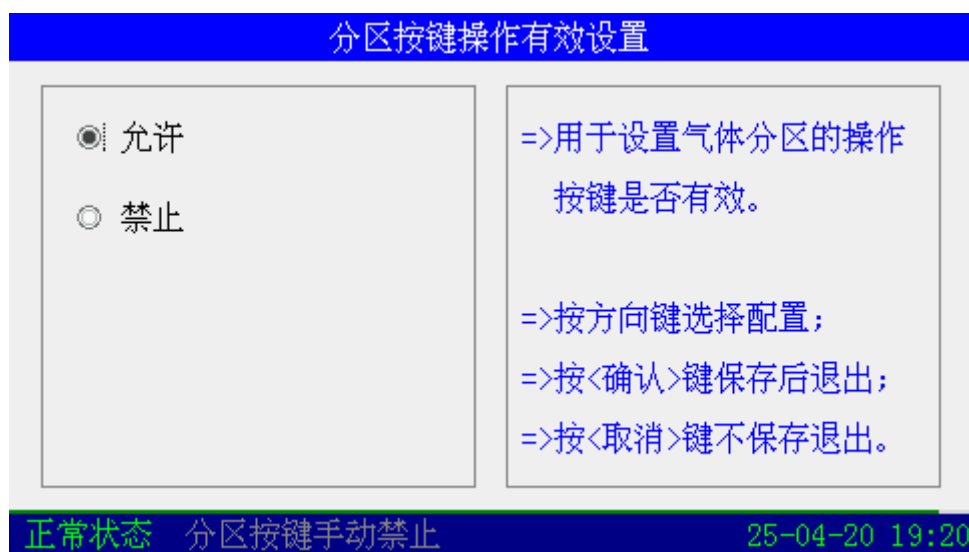

图7-27
- 通过按【▶】、【◀】、【▼】、【▲】键选中“1.分区按键设置”，进入如图7-27所示界面，按【▶】、【◀】、【▼】、【▲】键选择“允许/禁止”，即可设置是否允许气体分区区的操作按键。